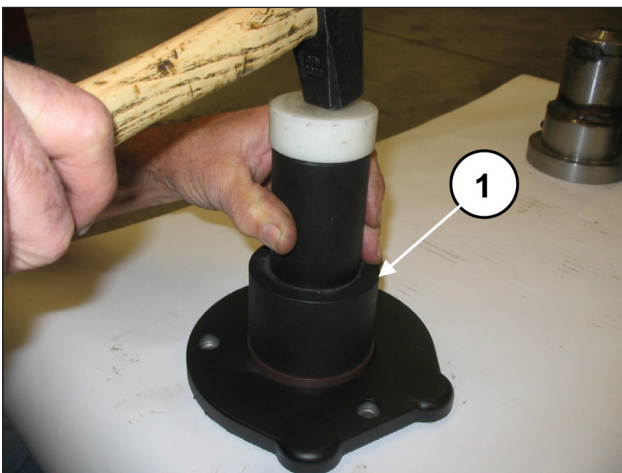

Fig. 70
Insira a vedação do óleo no interior da flange do redutor, mediante o uso das ferramentas, cód. 27515900 e 27548200 (pos. ①, Fig. 70).